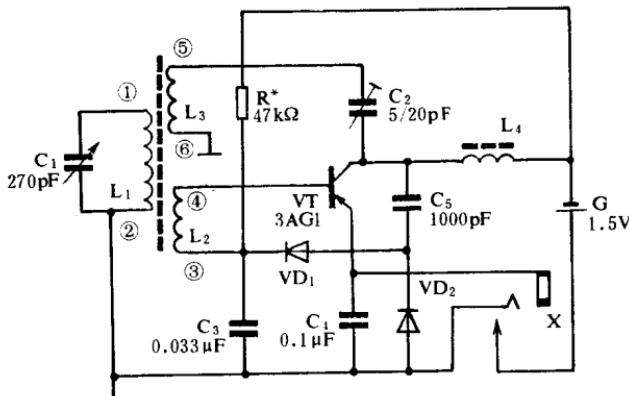

图 2—1 来复式单管收音机电路图
来复再生式单管收音机电路如图 2—1 所示。
线圈 L_1 、 L_2 与 L_3 都用 $\Phi 0.07 \times 7\text{mm}$ 多股编织纱漆包线,在长 55mm 的中波扁磁棒上,同方向绕制。 L_1 :75 匝; L_2 :8 匝; L_3 :1~3 匝。线头①、③、⑤分别是线圈 L_1 、 L_2 和 L_3 的始端。 L_2 可绕在线圈 L_1 的上面,在 L_1 的旁边 3~5mm 处绕 L_3 ,见图 2-